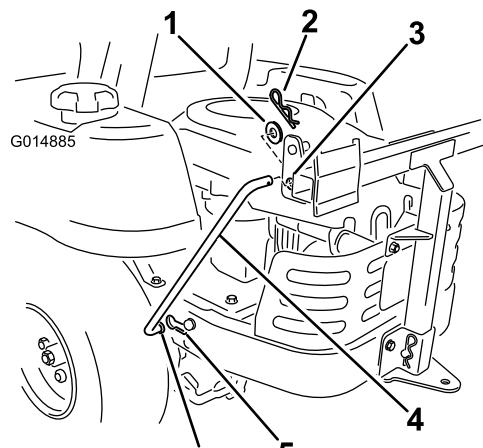

Figure 14
5. Montez deux tiges de support de chaque côté du cadre du collecteur. Localisez l'encoche existante dans le cadre de la machine et placez-y l'extrémité coudée et évasée de la tige (Figure 14). Déplacez la tige en arrière pour l'engager dans le cadre.
6. Insérez les extrémités coudées de la tige dans le cadre du collecteur, comme illustré à la Figure 14. Fixez le bout de la tige avec une rondelle et une goupille fendue.